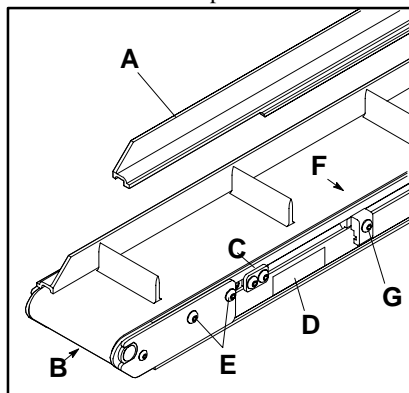

Figure 7
Commencez par desserré (mais pas enlever) les vis qui retiennent brides du guide (G figure 7) sur le côté du convoyeur à l'opposé de l'ensemble d'entraînement. Enlevez le ou les guides de courroie (A) du convoyeur.